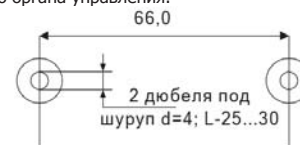

Рис. 10.1. Отверстия для крепления извещателя
- Разметку места установки извещателя производить в соответствии с рис. 10.1. Монтажные отверстия в корпусе извещателя показаны на рис. 5.1. (позиции 2,5).